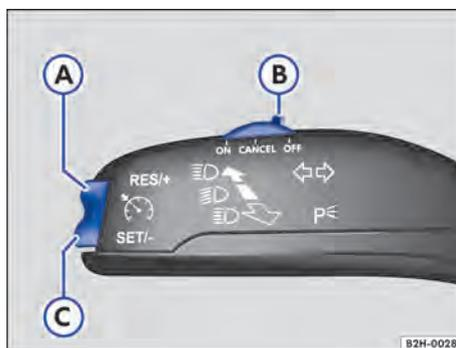

Fig. 105 À esquerda na coluna de direção: interruptores e botões do GRA.
1. Empurrar o interruptor → Fig. 105 (B) para a posição **ON**.
1. Durante a condução, pressionar o botão **SET/-** → Fig. 105 (C).
- + 1 km/h (1 mph): Pressionar o botão **RES/+** → Fig. 105 **A** brevemente.
- 1 km/h (1 mph): Pressionar o botão **SET/-** → Fig. 105 **C** brevemente.
1. Empurrar o interruptor → Fig. 105 **B** para a posição **CANCEL**.
1. Pressionar o botão **RES/+** → Fig. 105 **A**.
1. Empurrar o interruptor → Fig. 105 **B** para a posição **OFF**.